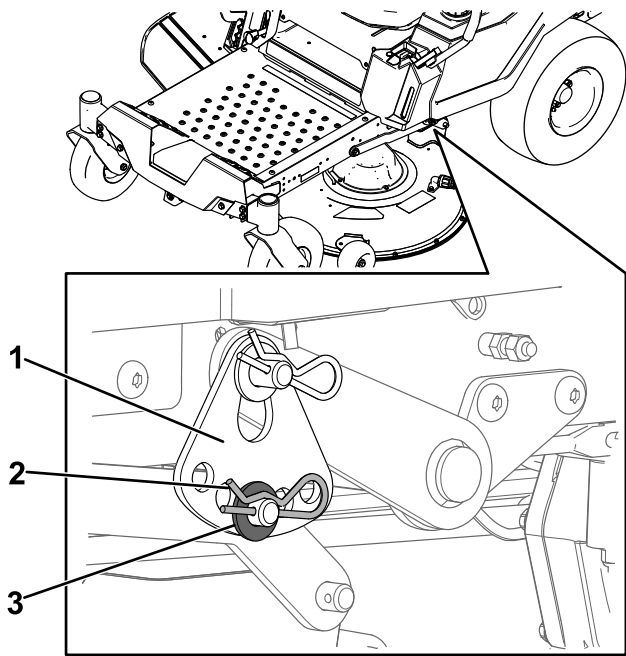

**Figura 60**
4. Coloque dos bloques de 6.6 cm (25/8") de grosor debajo de cada lado del borde delantero de la carcasa, pero no debajo de los soportes de los rodillos protectores del césped (Figura 60).
5. Coloque dos bloques de 7.3 cm (27/8") de grosor debajo del borde trasero del faldón de la carcasa de corte, uno en cada lado de la carcasa de corte (Figura 60).